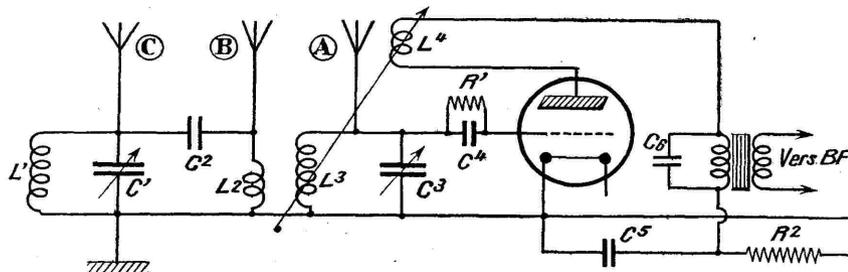

Fig. 6. — Détectrice à réaction.
La figure 6 donne une idée du récepteur dont nous aurons besoin pour « pêcher ». En premier lieu, notons que nous devons prévoir un choix étendu de couplages possibles d'antenne parce que, si les émissions locales sont terminées (et nous cherchons l'Amérique !) nous pouvons avantageusement employer un couplage direct (A) ; tandis que, lorsque nous voulons « pêcher » pendant la durée des émissions locales, il nous sera nécessaire d'avoir une sélectivité assez marquée. Or, la position d'antenne « B » (en supposant supprimés L_1 , C_1 et C_2) nous donne une antenne « aperiódique » couplée au circuit accordé. Si ce schéma n'est pas assez sélectif, il est probable que nous aurons besoin d'un deuxième circuit accordé, très lâchement couplé, comme par exemple le schéma donné par la position « C ». (Comparer avec le « Bloc Sélecteur » qui sera décrit dans *La T. S. F. pour Tous* du mois prochain, et qui emploie un circuit semblable).